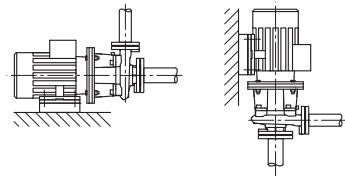

Fig. 41: Konstrukcija BL
- BL konstrukcinės serijos sublokuoti siurbliai turi būti statomi ant pakankamo pamato arba kronšteinų (Fig. 41). Tipo BL siurbliuose variklis turi būti atremtas nuo variklio galios 18,5 kW, žr. montavimo pavyzdžius BL (Fig. 42).